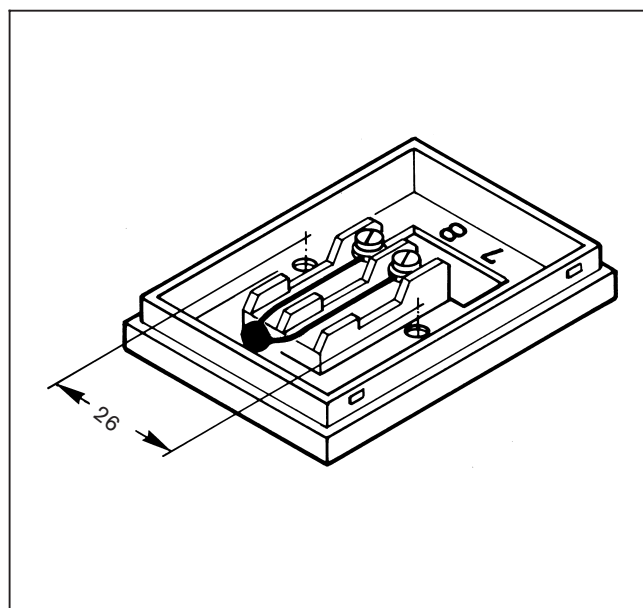

Rys. 1
- 2.1 Unieść pokrywę przy pomocy śrubokrętu (Rys. 1).